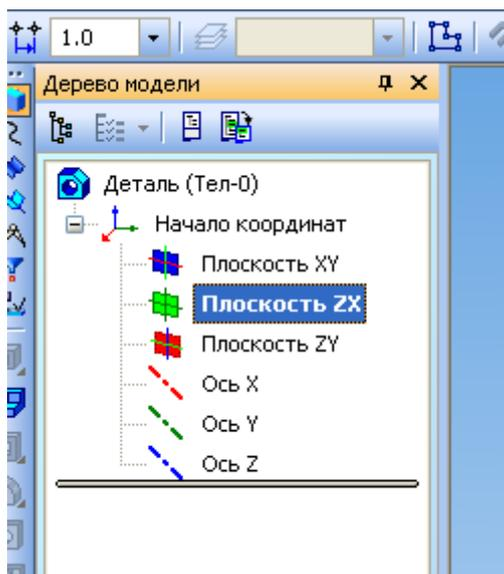

Рис. 5
4. Нажатием левой кнопкой мыши на строку «плоскость ZX», активизируйте эту плоскость в дереве модели (рис. 5).